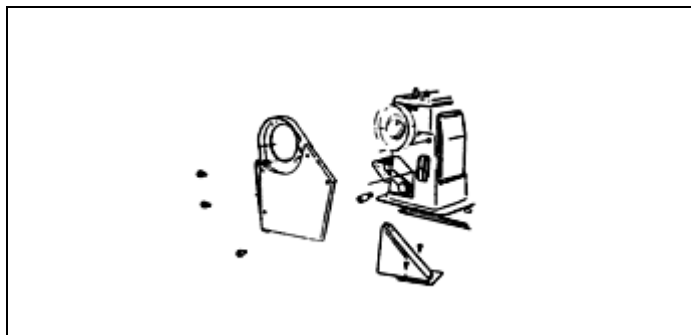

Fig. 25
21. MONTAGEM DA TAMPA DA CORREIA (Fig. 25)